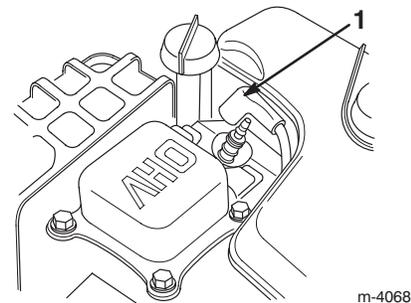

Bild 25
3. Klemmen Sie das Zündkabel ab und achten Sie darauf, dass das Kabel die Kerze nicht berührt (Bild 25).
3. Klemmen Sie das Zündkabel ab und achten Sie darauf, dass das Kabel nicht die Kerze berührt (Bild 25).
2. Klemmen Sie das Zündkabel ab und achten Sie darauf, dass das Kabel nicht die Kerze berührt (Bild 25).